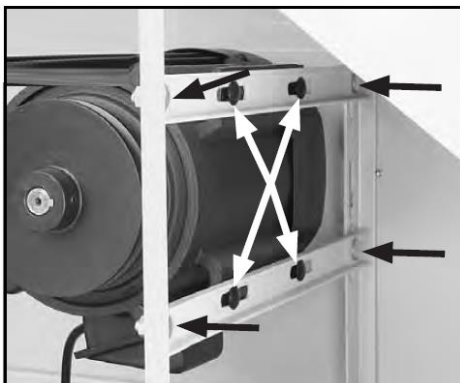

Рис. 47
3. Ослабьте болты крепления двигателя, показанные на рис. 47 (болты крепления двигателя (черные стрелки) и болты крепления двигателя – белые стрелки).